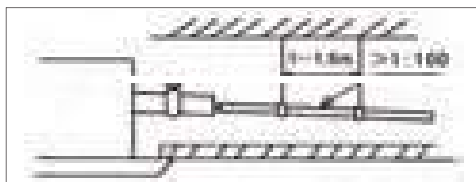

Рис. 2
- Необходимо обеспечить достаточную разницу высот при прокладке дренажного трубопровода. Труба должна быть установлена под углом $(1/100-150)$ для беспрепятственного отвода конденсата (рис. 2).